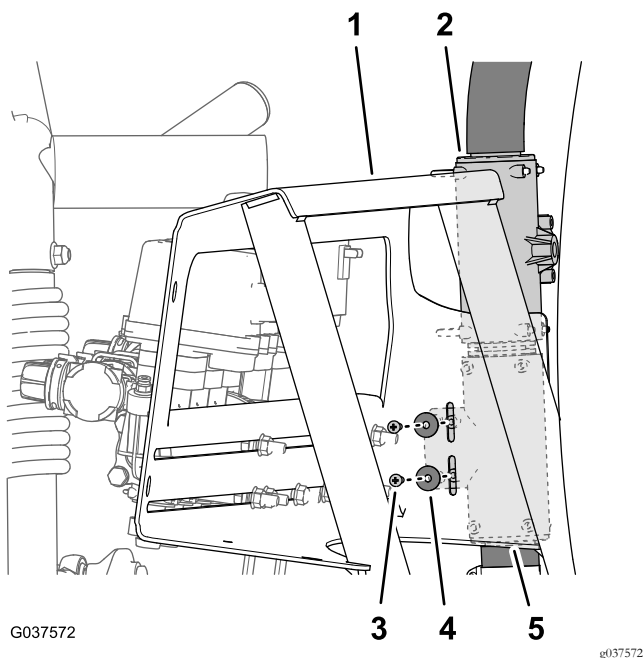

Figura 44
1. Rimuovete le 2 viti Phillips (n. 10 x 5/8 poll.) e 2 rondelle (n. 10) che fissano il raccordo a T inferiore al supporto delle valvole (Figura 44).